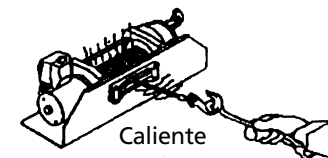

Figura 6
**⚠ ADVERTENCIA** *El tambor y el cable pueden calentarse mucho (Figura 6).*